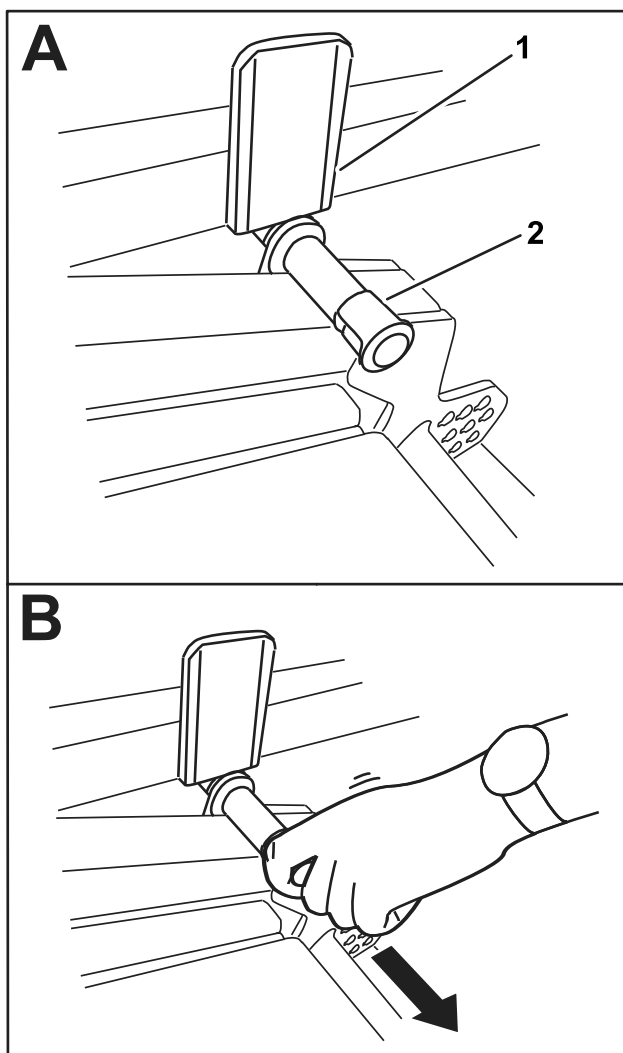

Рисунок 39
2. Медленно поверните режущий блок вниз до контакта штифта с пластиной подъемного рычага (А на Рисунок 39).
3. Нажмите ногой вниз на режущий блок и затем выньте штифт (В на Рисунок 39), чтобы режущий блок мог установиться в положение ТРАНСПОРТИРОВКИ.